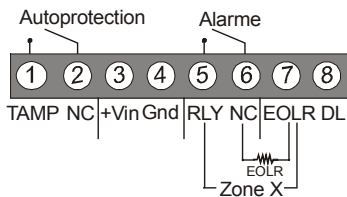

Figure 1: Bornier
- Borne 7: Rsistance de fin de ligne optionnel - voir figure 1.